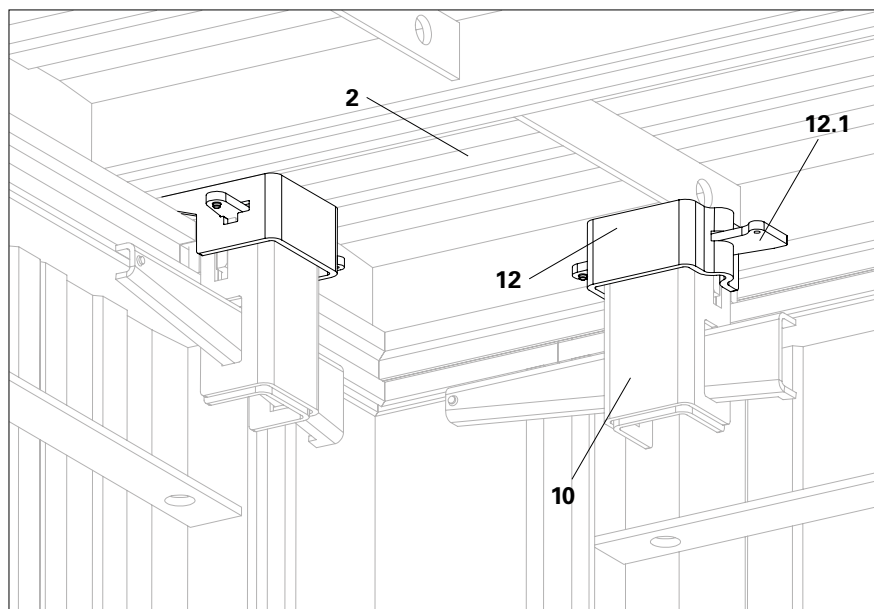

Fig. B7.11
2. Posizionare l'adattatore del giunto UNO Plus (12) sul giunto UNO Plus (10). (Fig. B7.11)
3. Fissare il cuneo (12.1) dell'adattatore del giunto UNO Plus (12). (Fig. B7.11)
- L'adattatore del giunto UNO Plus (12) può essere usato soltanto in combinazione con il giunto UNO Plus (10).
- Per ambienti con lunghezze pari a circa 5 m, PERI consiglia di iniziare il processo di installazione della cassaforma della soletta da 2 angoli diagonalmente opposti della stanza. I telai esterni per soletta sono poi fissati in entrambe le direzioni con l'adattatore del giunto UNO Plus (12). (Fig. B7.11)